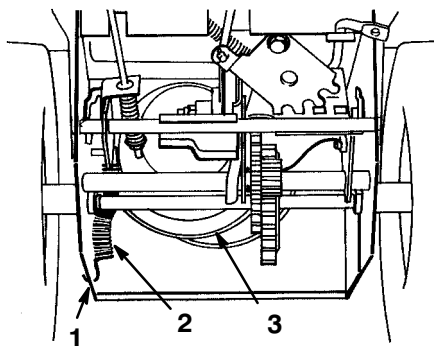

Figure 25
8. Décrochez le ressort de l'encoche du bord inférieur du panneau latéral (Fig. 25).
14. Raccrochez le ressort dans l'encoche du bord inférieur du panneau latéral (Fig. 25).